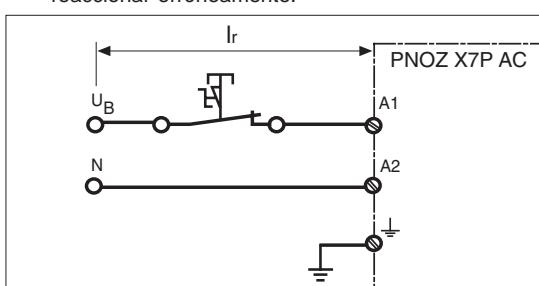

Fig. 3: Longitud de cable  $l_r$  con línea en bucle/
- Línea en bucle, 1 fase (v. fig. 3): 1 km
- Conduttore circolare, 1 fase (v. fig. 3): 1 km
- Separate kabels, 1 fase (zie fig. 3): 1 km